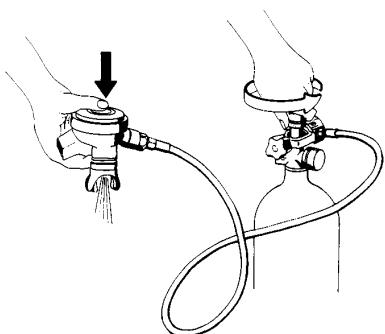

Fig. 6
**Verringern Sie die Belastung auf den Ventilmechanismus, indem Sie beim ersten Einströmen der Luft in den Atemregler die Luftpumpe an der zweiten Stufe betätigen (Abb. 6). DIESES VERFAHREN DARM NUR BEI UMGEBUNGSTEMPERATUREN ÜBER 10°C (50°F) ANGEWENDET WERDEN. NIEDRIGERE TEMPERATUREN KÖNNEN DAZU FÜHREN, DASS DER ATEMREGLER VEREIST UND ABBLÄST.**